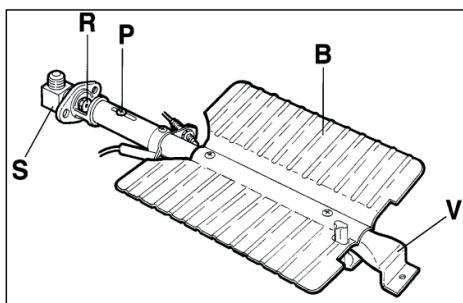

Fig. 8
- Afrouxar o parafuso V e retirar o queimador do suporte cuidando para não danificar o plugue de ignição e o termopar (Fig. 8).